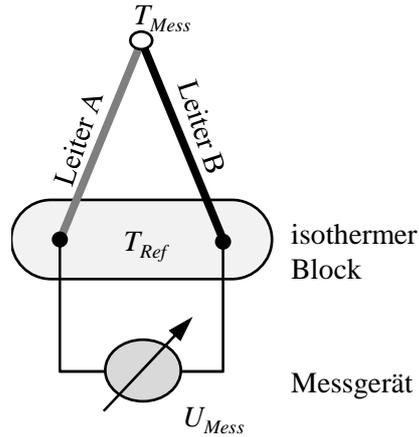

Bild A1-2
d) Bei dem in *Bild A1-2* dargestellten Thermoelementpaar sind zwei unterschiedliche Leiter verbaut. Leiten Sie mit Hilfe von Gleichung *Gl. RA1-1* einen allgemeinen Ausdruck für die Spannung U_{Mess} her, die vom Messgerät gemessen wird. (1 Punkt)
e) Welche zwei Materialien würden Sie für Leiter A und B aus *Tabelle A1-1* auswählen, um für das Thermoelementpaar in *Bild A1-2* eine möglichst empfindliche Temperaturmessung durchzuführen? Begründen Sie kurz Ihre Antwort. **(1 Punkt)**
Sie haben sich nun ein Thermoelement, wie in *Bild A1-2* skizziert gebaut. Als Materialien haben Sie für Leiterstück A - Platin (Pt) und für Leiterstück B - Nickel (Ni) gewählt und möchten nun die Temperaturverteilung in Ihrem Ofen vermessen. Ihr isothermer Block habe eine Temperatur von $T_{Ref} = 27\text{ °C}$ und die erste Spannungsmessung zeigt $U_{Th} = 1,095\text{mV}$.